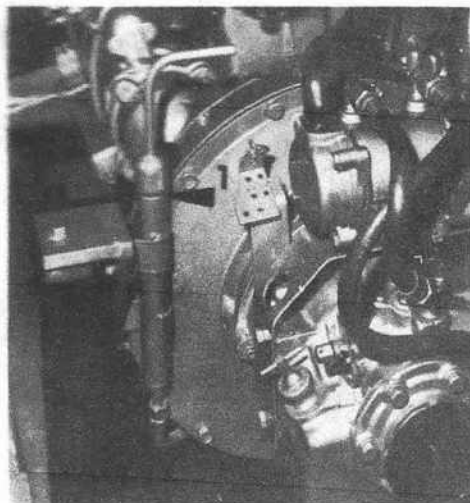

fig.6
Vidange : La vidange doit toujours se faire lorsque l'huile est chaude, à l'aide de la pompe de vidange (1) [fig. 6].